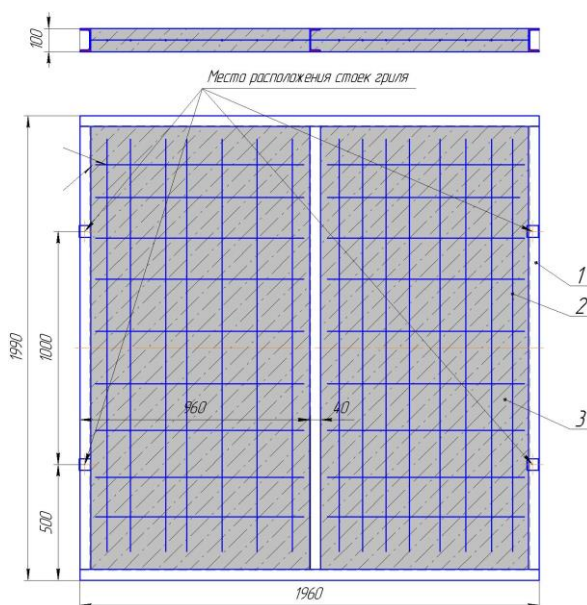

Рис.5 Разгрузочный каркас.
2. Установите гриль на ровную горизонтальную поверхность. Гриль устанавливается на заранее подготовленный разгрузочный каркас (рис. 5), состоящий из рамки 1, сваренных из швеллеров №10, арматуры 2 и цементной подушки 3. При этом опоры основания корпуса гриля должны попасть на швеллера разгрузочного каркаса.